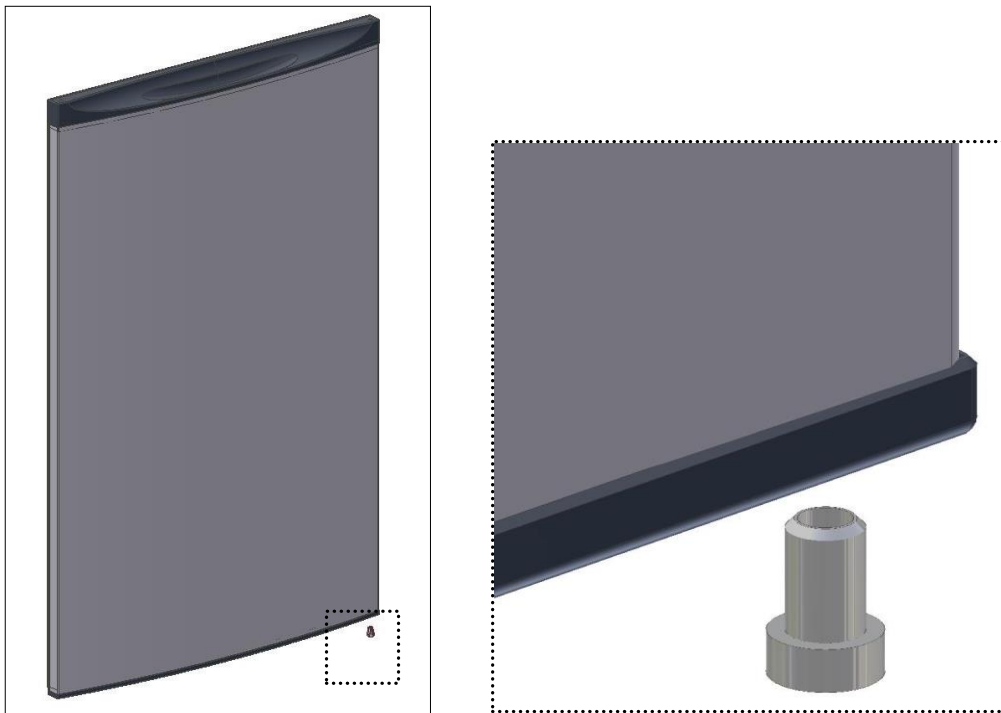

Fig. 8
- Colocar **el casquillo** en la parte inferior de la puerta (fig. 8);